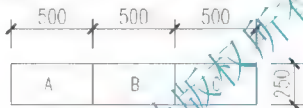

图 3.133 绘制图形
- (1) 按图 3.133 所示尺寸绘制图形。
- (2) 利用【拉伸】命令将图中的矩形 A 和 B 的长度分别修改为 1000mm，将矩形 A、B、C 的高度修改为 500mm。